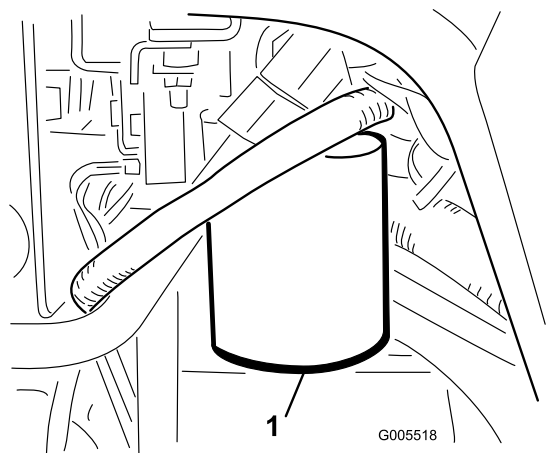

図 56
1. フィルタ容器の周辺をウェスできれいにぬぐう(図 56)。フィルタの下に廃油受けを置いてフィルタを外す。